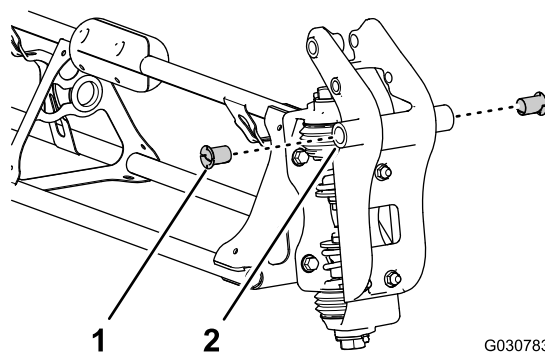

Figure 122
2. Insérez une bague à embase en nylon dans le trou de 31,8 mm de chaque côté de la fixation de pivot (Figure 122).